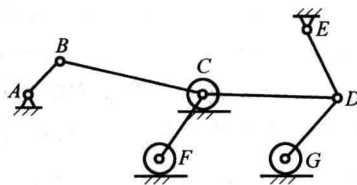

图 1.2 题 1.1.7 图
1.1.7 如图 1.2 所示,机构中有几个局部自由度? 几个复合铰链?